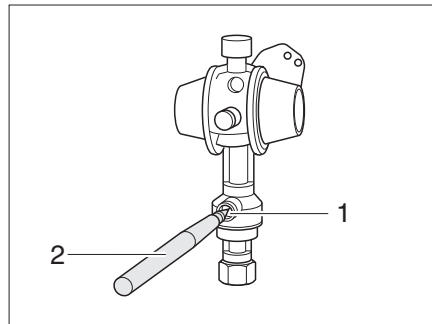

Fig. 92 Crash-Sensor
- A l'aide d'un stylet (Fig. 92,2), enfoncer le bouton de déverrouillage (Fig. 92,1) pendant plusieurs secondes.